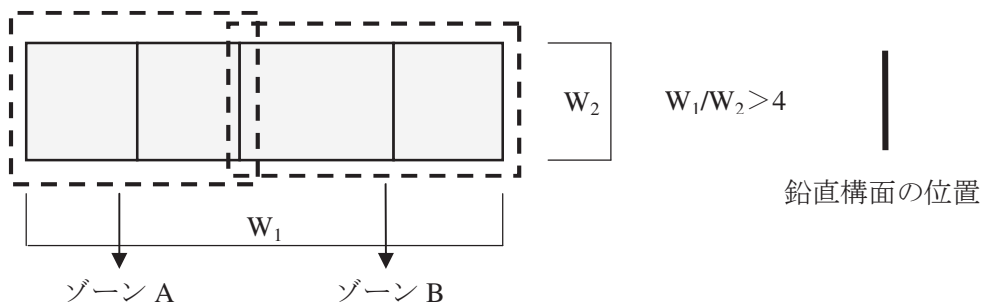

図 4.20 平家建ての平面（極端に平面形が細長い場合のゾーン分けの例）
2. 図 4.20 のように建築物の最も中央に近い鉛直構面を含む 2 つのゾーン（ゾーン A・B）に分けてそれぞれで計算を行う。